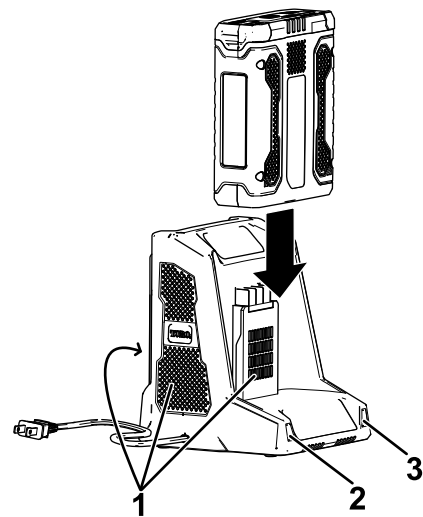

Figura 11
- 5. Fate scorrere il pacco batteria nel caricabatteria fino a quando non è completamente in sede (Figura 11).